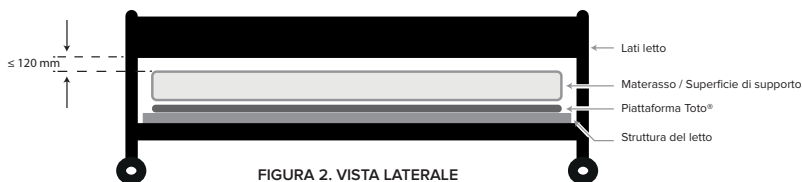

FIGURA 2. VISTA LATERALE
- Fondo della sponda del letto ≤ 120 mm (Figura 2).